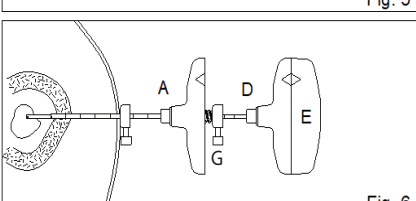

Fig. 6
FIG. 6 Insira o conjunto da Agulha para biópsia e Cabo (D+E) através da Cânula (A). Gire cuidadosamente a Agulha para biópsia (D+E) no sentido horário até que a profundidade de biópsia desejada seja alcançada (ou até que o medidor de profundidade (G) da Agulha para biópsia (D) alcance a extremidade luer da Cânula (A)). Em seguida, gire a Agulha para biópsia e o Cabo (D+E) no sentido anti-horário e remova. Remova o Cabo (E) da Agulha para biópsia (D); insira o Pino ejetor (F) através da Agulha para biópsia (D) da extremidade luer e ejeite a amostra.